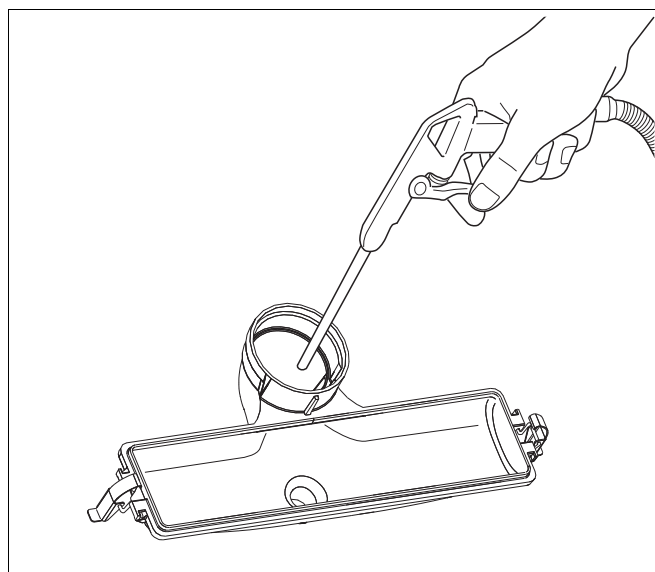

Bild 120 Rengöra kondenstråget
- Rengör kondenstråget mekaniskt (med tryckluft eller mjuk borste) och spola rent det med vatten (bild 120).